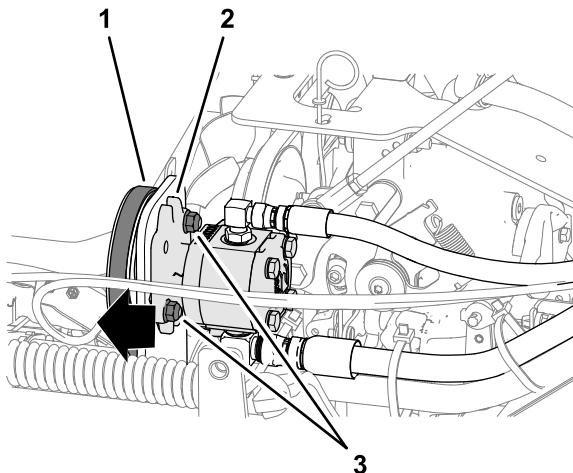

Figura 49
3. Afloje las 2 contratuerças con arandela prensada ( $\frac{3}{8}$ ") que sujetan la bomba auxiliar al soporte de montaje (Figura 49).
4. Deslice la bomba hacia fuera (Figura 49) en las ranuras y apriete las contratuerças con arandela prensada a  $37 - 45 \text{ N}\cdot\text{m}$  (27 - 33 pies-libra).